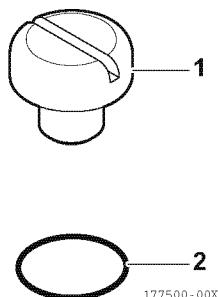

Figure 24
15. Installez le nouveau joint torique (2, **Figure 24**) sur le couvercle (1, **Figure 24**).